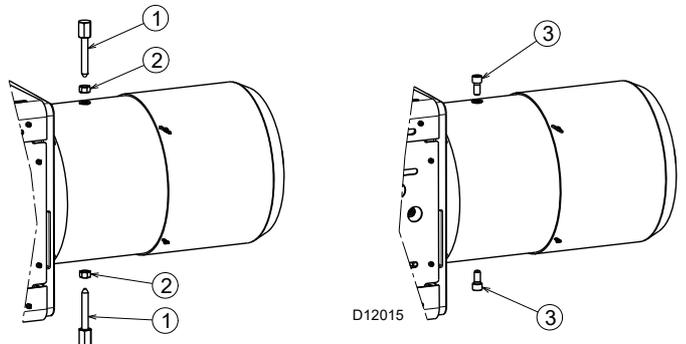

Fig. 13
- Antes de montar el quemador en la caldera, retirar los tornillos y las tuercas 1)-2)(Fig. 13). Sustituirlos por los tornillos 3) M12x16 suministrados.